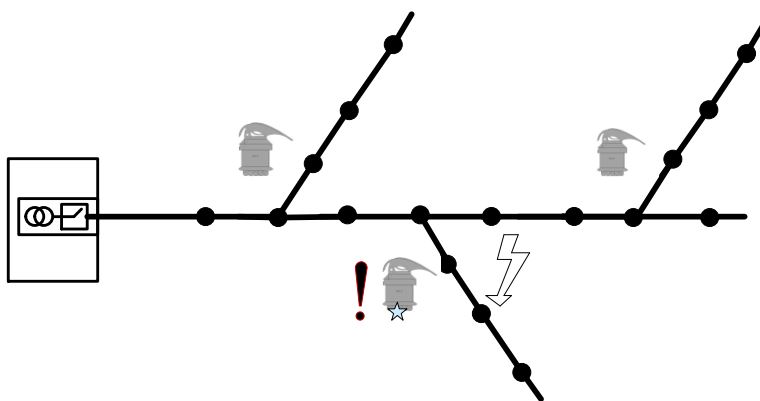

Рисунок 9 – Установка индикаторов на линии с коротким стволом и длинными ответвлениями
- на линии с коротким стволом и длинными ответвлениями индикаторы устанавливаются на ответвлениях вблизи мест разветвления, на ближайших к месту разветвления промежуточных опорах (Рисунок 9);